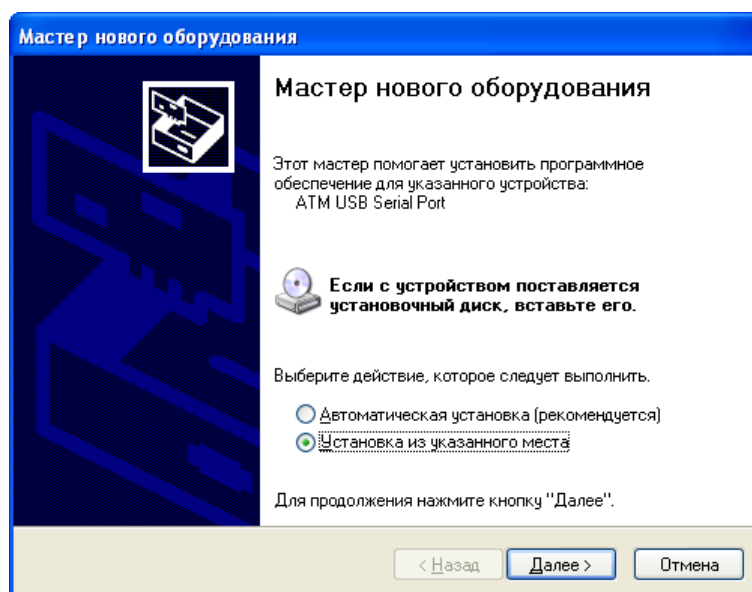

Рис. 3.3 Мастер нового оборудования — установка драйвера из указанного места
- 1.2. Установите переключатель для опции **Установка из указанного места** (см. Рис. 3.3) и нажмите кнопку **Далее**.